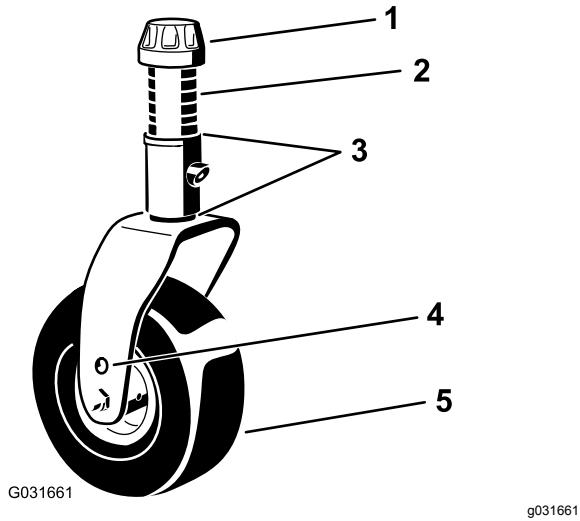
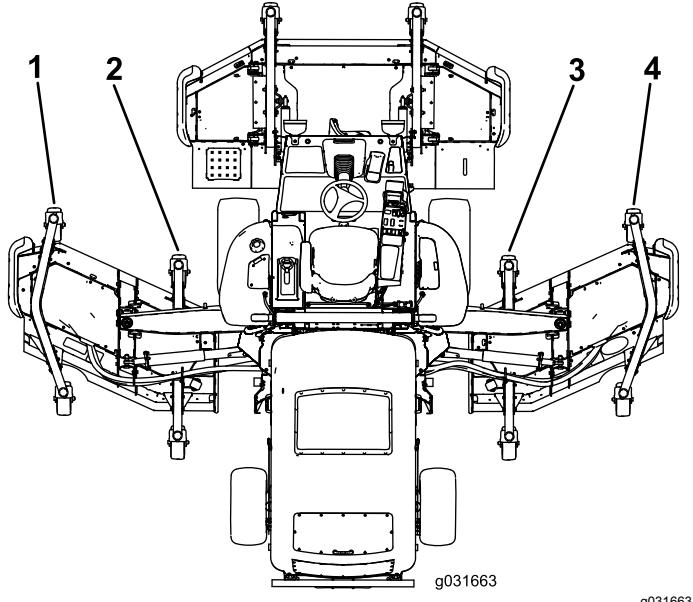

Figura 26
Figura 27
5. Se a extremidade interior da plataforma do cortador lateral estiver demasiado levantada em relação à ponta exterior da plataforma do cortador frontal, retire 1 calço do fundo do braço da roda giratória dianteira interior na plataforma do cortador lateral (Figura 26 e Figura 27).
cortador frontal, acrescente 1 calço ao fundo do braço da roda giratória dianteira interior na plataforma do cortador lateral (Figura 26 e Figura 27).
6. Se a extremidade interior continuar demasiado alta, retire mais um calço do fundo do braço da roda giratória interior dianteira da plataforma do cortador lateral e um calço do braço exterior da roda giratória dianteira da plataforma do cortador lateral (Figura 26 e Figura 27).